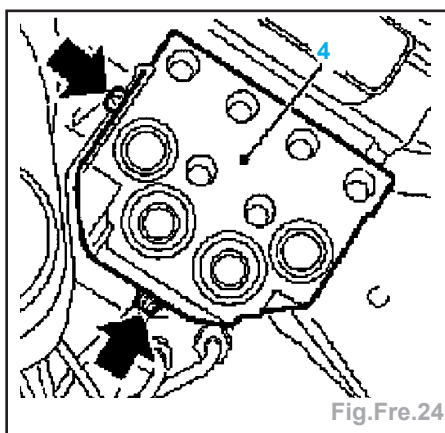

Fig.Fre.24
- Démonter le groupe hydraulique (4) du support du groupe hydraulique (flèches) (Fig.Fre.24).